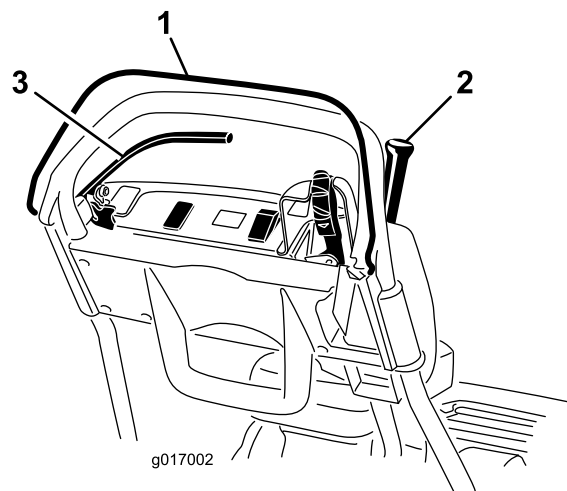

Bild 34
3. Versuchen Sie den Fahrtriebshebel bei gelöster elektronischer Sicherheit zu aktivieren (Bild 34). Der Fahrtriebshebel sollte nicht aktiviert werden. Wenn der Fahrtriebshebel aktiviert werden kann, müssen die Sicherheitsschalter gewartet werden. Beheben Sie den Fehler vor der Verwendung der Maschine, siehe Warten des Fahrtriebs-Sicherheitsschalters \(Seite 39\).
4. Lösen Sie die elektronische Sicherheit, wenn die elektronische Sicherheit gedrückt und der Fahrtriebshebel aktiviert ist (Bild 34). Der Fahrtriebshebel sollte deaktiviert werden. Wenn der Fahrtriebshebel nicht deaktiviert wird, müssen die Sicherheitsschalter gewartet werden. Beheben Sie den Fehler vor der Verwendung der Maschine. Siehe Warten des Fahrtriebs-Sicherheitsschalters \(Seite 39\).
5. Aktivieren Sie die elektronische Sicherheit und schieben Sie den Ganghebel nach links; kuppeln Sie dann den Fahrtrieb und den Spindelantrieb ein und lösen Sie die elektronische Sicherheit (Bild 34). Der Fahrtriebshebel sollte deaktiviert werden. Wenn der Fahrtriebshebel nicht deaktiviert wird, müssen die Sicherheitsschalter gewartet werden. Beheben Sie den Defekt vor der Verwendung der Maschine, siehe Warten des Fahrtriebs-Sicherheitsschalters \(Seite 39\) oder Einstellen des Spindelantriebs \(Seite 42\).